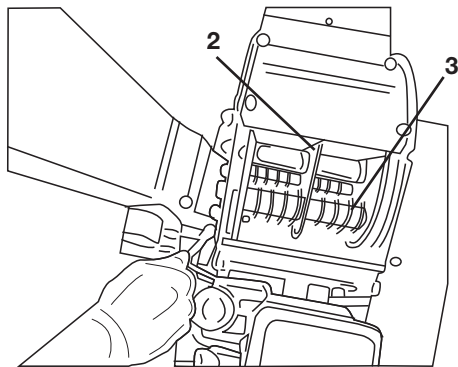

Bild 2
Drehen Sie nun den Rotor (2) von Hand und überzeugen Sie sich davon, dass das Messer (3) an der Rotorscheibe nicht an das Gegenmesser am seitlichen Trichter schleift (siehe „Bild 2“).